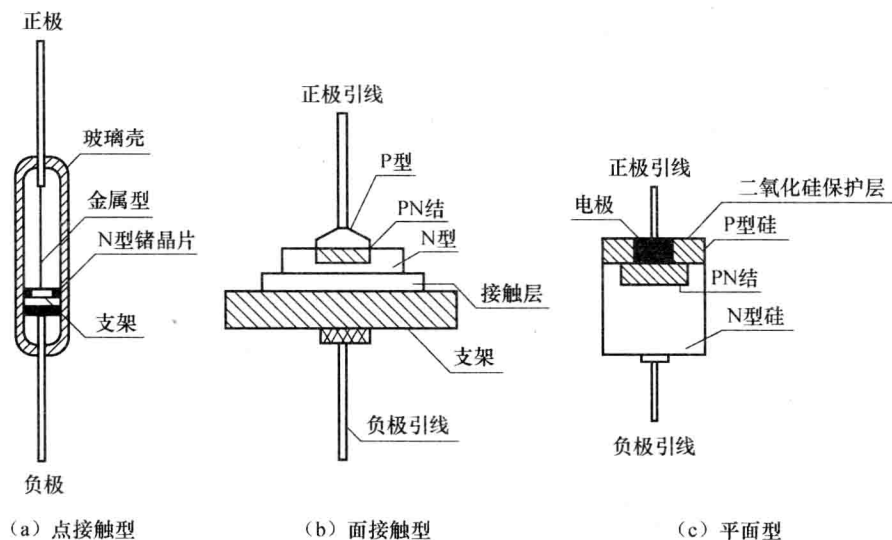

图 1-1 二极管的结构
- 2) 按照结构分: 点接触二极管、面接触二极管、平面型二极管, 其结构如图 1-1。